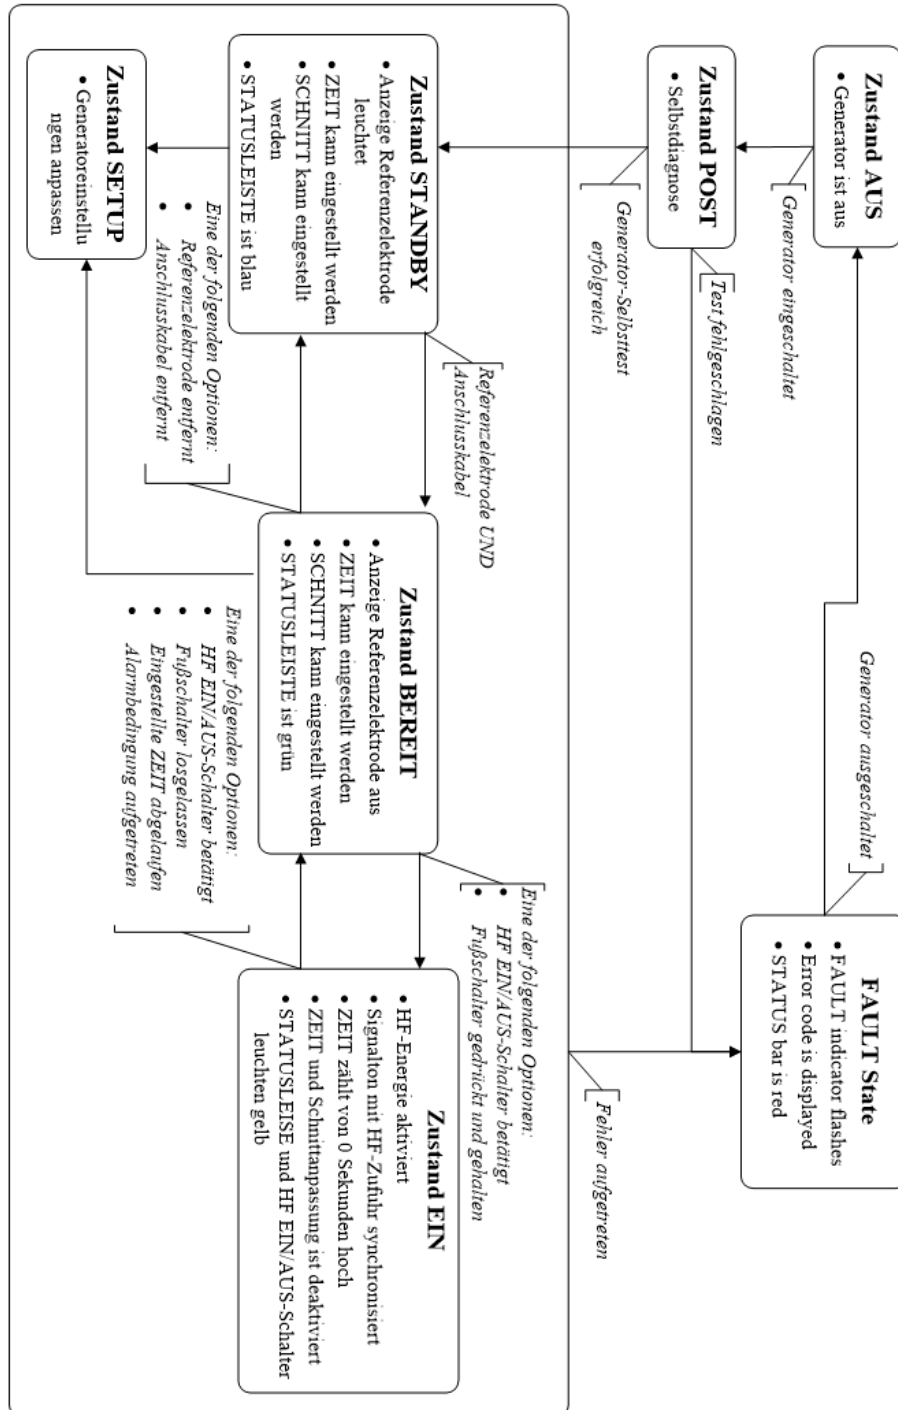

Abbildung 5-3 – Flowchart der Generatorzustände
- (1) **Stromversorgungsanzeige:** Diese grüne LED leuchtet, wenn der Generator eingeschaltet ist.
- (2) **FEHLERanzeige:** Diese rote LED leuchtet und blinkt, wenn ein SystemFEHLER aufgetreten ist. Systemfehler sind unter anderem gescheiterte Selbsttests, Hardware-Schutzfehler, Hardware-Messfehler und Software-Fehler. Um das Gerät nach einem Systemfehler neu zu starten, muss der Generator aus- und wieder eingeschaltet werden. Beachten Sie hierzu die Gebrauchsanweisungen.
- (3) **Umgebungslichtsensor:** Dieser Sensor erfasst die Intensität des Umgebungslichts. Die Helligkeit des Displays wird automatisch an die Intensität des Umgebungslichts angepasst – hell (HIGH) in einem hellem Raum und gedämpft (LOW) in einem dunkleren Raum.
- (4) **Fehleranzeige Referenzelektrode:** Die rote LED leuchtet, wenn KEINE Referenzelektrode an den Generator angeschlossen ist ODER wenn die gemessene Impedanz einer Überwachungsreferenzelektrode (Doppelfolie) über 150 Ohm liegt und einen schlechten Patientenkontakt anzeigt. Hinweis: Verwenden Sie ausschließlich Referenzelektroden, die den Anforderungen der Norm IEC 60601-2-2:2017 entsprechen oder diese sogar noch übertreffen.
- (5) **ZUSTANDSanzeige:** Dieses Fenster zeigt den aktuellen ZUSTAND des Generators an. Die verschiedenen Zustände des Generators und ihre Zusammenhänge werden in Abbildung 5-3 – Flowchart der Generatorzustände dargestellt.
- (6) **ZEITEinstellungsfenster:** Dieses Fenster zeigt die gewünschte Dauer der HF-Ausgabe (in Sekunden) an. Ferner zeigt dieses Fenster die Funktionen der Softkeys an, mit denen die ZEIT eingestellt wird.
- (7) **Softkeys linke Seite:** Mit diesen Tasten werden die Parameter eingestellt. Ihre Funktion wird (sofern zutreffend) im Display rechts neben dem Softkey angezeigt. Die Pfeile nach oben ▲ und nach unten ▼ werden beispielsweise angezeigt, wenn die zu verwendenden Tasten einen einzustellenden Wert erhöhen oder vermindern.
- (8) **SCHNITTEinstellungsfenster:** Dieses Fenster zeigt den gewünschten SCHNITTmodus an. SCHNITTmodi sind spezifisch für das BMC-HF-Gerät und werden in Abschnitt 0 beschrieben. In den Gebrauchsanweisungen des BMC-HF-Geräts sind die geeigneten, zu verwendenden Einstellungen zu finden. Ferner zeigt dieses Fenster die Funktion der Softkeys an, mit denen der SCHNITT eingestellt wird.
- (9) **Softkeys rechte Seite:** Mit diesen Tasten werden die Parameter eingestellt. Ihre Funktion wird (sofern zutreffend) im Display links neben dem Softkey angezeigt. Die Pfeile nach oben ▲ und nach unten ▼ werden beispielsweise angezeigt, wenn die zu verwendenden Tasten einen einzustellenden Wert erhöhen oder vermindern.
- (10) **Softkeys untere Reihe:** Diese Softkeys haben verschiedene Funktionen. Die Funktion jeder Taste wird (sofern zutreffend) im Display über dem Softkey angezeigt.
- (11) **Meldungsfenster:** Dieses Fenster zeigt bei Bedarf Meldungen zu Funktionen und Informationen an.
- (12) **Anschluss Referenzelektrode:** An diesen patienten-isolierten Anschluss wird eine zugelassene Dispersions-(Referenz-)Elektrode angeschlossen. **Verwenden Sie ausschließlich Dispersionelektroden, die den Anforderungen der Norm IEC 60601-2-2:2017 entsprechen oder diese sogar noch übertreffen.** Es können sowohl nicht überwachende Elektroden (Einfachfolie) oder Überwachungselektroden (Doppelfolie) verwendet werden.
- (13) **Anschluss für Anschlusskabel:** An diesen patienten-isolierten Anschluss wird das RFP-100A Anschlusskabel angeschlossen. Zur Auswahl des geeigneten Anschlusskabelmodells sind die Gebrauchsanweisungen des BMC-HF-Geräts zu beachten.
- (14) **EIN/AUS-Schalter und Anzeige HF:** Durch Drücken und Loslassen dieser Taste wird die Zufuhr von HF-Energie ausgelöst, wenn sich der Generator im Zustand BEREIT befindet. Mit dieser Taste wird die Zufuhr von HF-Energie beendet, wenn sich der Generator im Zustand EIN befindet. Die in die Taste integrierte Anzeige leuchtet gelb, wenn sich der Generator im Zustand EIN befindet.
- (15) **USB-Port (Seite):** Wenn ein USB-Speicherstick angeschlossen wird, können die Behandlungsdaten der letzten zwanzig (20) Anwendungen von HF-Energie heruntergeladen werden. Wenn der Stick angeschlossen bleibt, werden die Daten von anschließenden HF-Behandlungen jeweils pro Behandlung heruntergeladen.